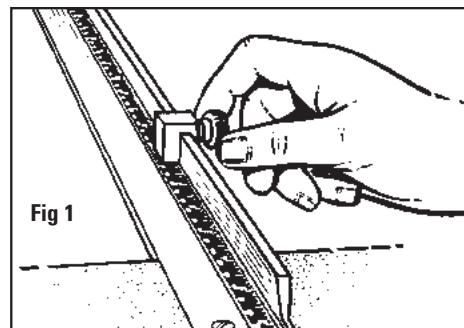

Fig 1
1. Entfernen Sie die Passepartoutführung, den Rückwandkarton, den Anschlagstopp und den Produktionsstopp. Bringen Sie den Anschlagstopp am äußeren Ende des Anschlagarms an und verschieben Sie ihn auf der Skala, bis sein linker Rand mit der Markierung der gewünschten Breite übereinstimmt. Ziehen Sie ihn dort fest. Abb. 1
1. Quite la guía de la lámina perimétrica, la hoja de respaldo, el tope del brazo de escuadra y el tope de producción. Una el tope del brazo de escuadra al extremo derecho más alejado del brazo de escuadra y deslice hacia adentro hasta que el lado izquierdo del tope esté a lo largo del incremento necesario para achicar su tablero de lámina perimétrica. Fig. 1
1. Rimuovere la guida del passepartout, il foglio di rinforzo, l'arresto del braccio di squadatura e l'arresto di produzione. Applicare l'arresto del braccio di squadatura all'estremità destra del braccio di squadatura e farlo scorrere verso l'interno finché il lato sinistro dell'arresto non si trova lungo l'incremento necessario per ridurre le dimensioni del cartoncino. Fig. 1
2. Pour relâcher le rail parallèle, desserrez les boutons noirs de deux tours. Faites glisser le rail parallèle dans ses conduits, jusqu'à la largeur de bord souhaitée. Fig. 1